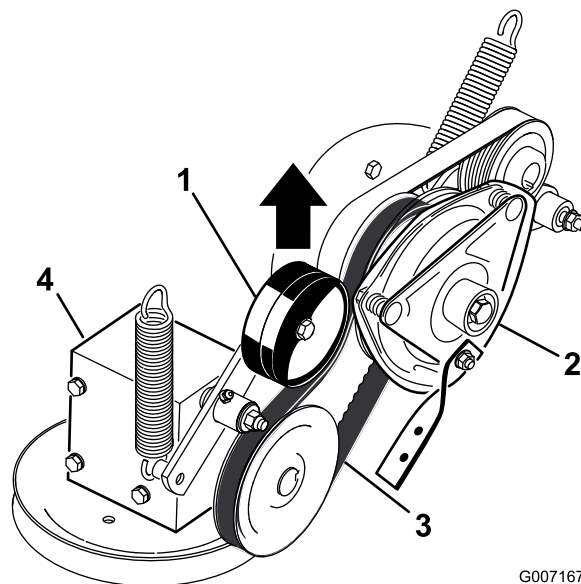

Figura 54
5. Sollevate la puleggia tendicinghia a molla della cinghia di trasmissione della PDF e rimuovete la cinghia dalla puleggia della frizione (Figura 54).
17. Sollevate la puleggia tendicinghia a molla della cinghia di trasmissione della PDF e installatela sulla puleggia della frizione (Figura 54).